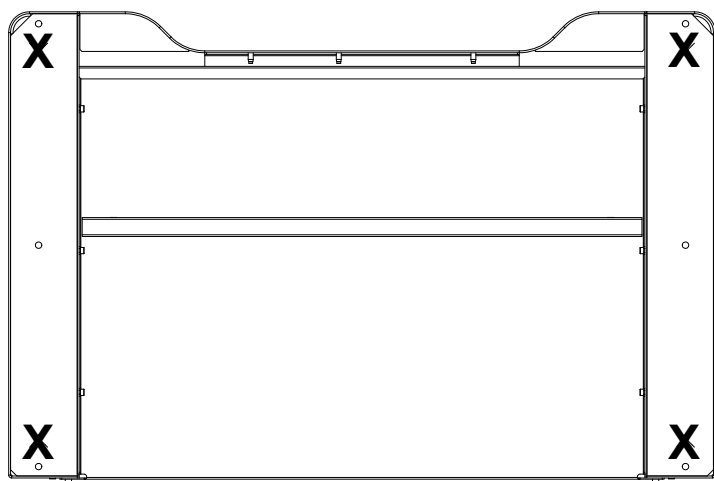

图 20. 显示支架垫脚位置的机架底面
- 6. 找到任何可能已卸下的机架垫脚，以便将机架用螺栓固定到垫板上，然后将它们重新安装在 第 65 页图 20 中所示位置。